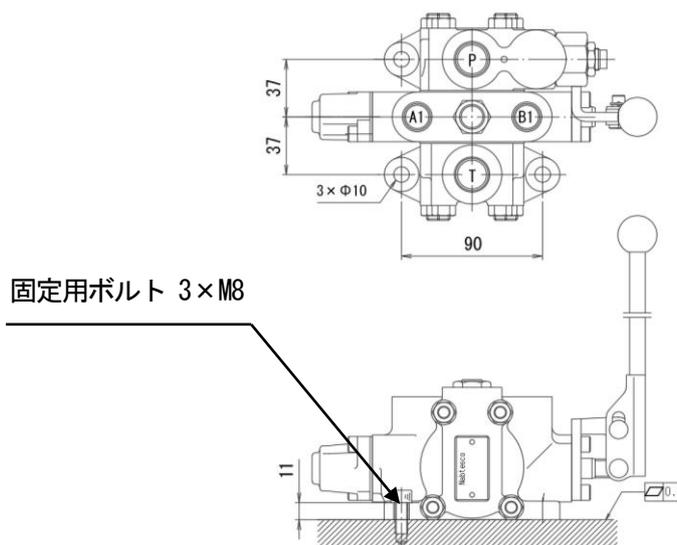

図 6-1 固定用ボルトについて
- ・ 本製品の板厚(具体的な値は納入仕様書兼組立図を参照。なお、図 6-1 では 11mm)
(図 6-1 の例では板厚 11mm)